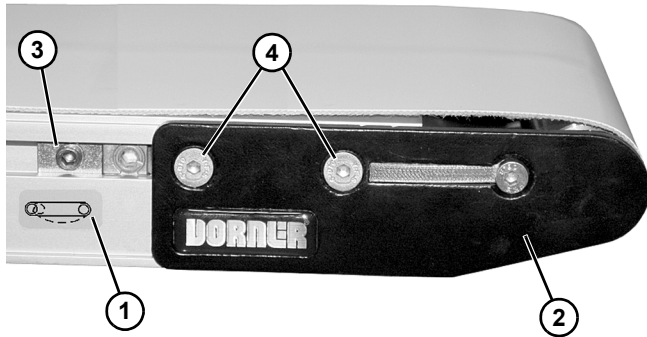

Figura 40
- En el extremo de retorno del transportador, identificado con la etiqueta  (Figura 40, parte 1), empuje el ensamblaje de la placa del cabezal (Figura 40, parte 2):
- afloje y mueva las guías de los conjuntos levas en ambos lados del transportador (Figura 40, parte 3) lejos de las placas del cabezal, si aplicare.
- afloje los tornillos de fijación (Figura 40, parte 4) y empuje la placa de la cabeza hacia dentro.